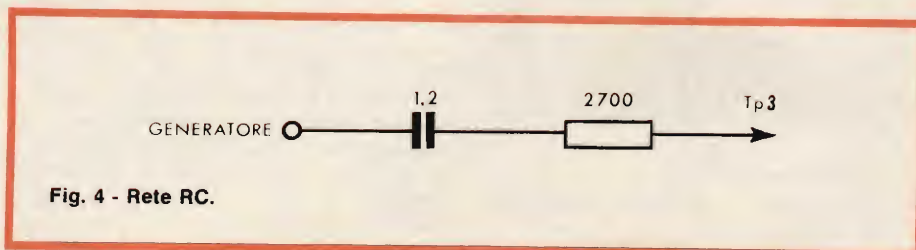

Fig. 4 - Rete RC.
- 3) Collegare il generatore di segnali nel punto Tp3 del gruppo UHF tramite la rete RC fig. 4